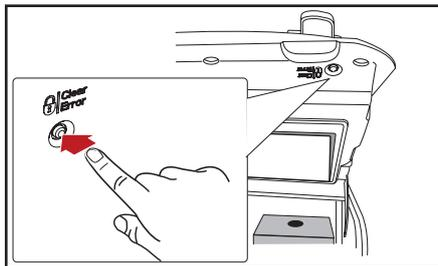

Fig. 5.2 - Bloquear el dispensador
1. Abra la puerta del dispensador y pulse el botón BLOQUEAR/BORRAR-ERROR (fig. 5.2) para bloquear la interfaz del dispensador con el fin de evitar el suministro accidental de bebidas o agua caliente durante la limpieza de las partes externas.